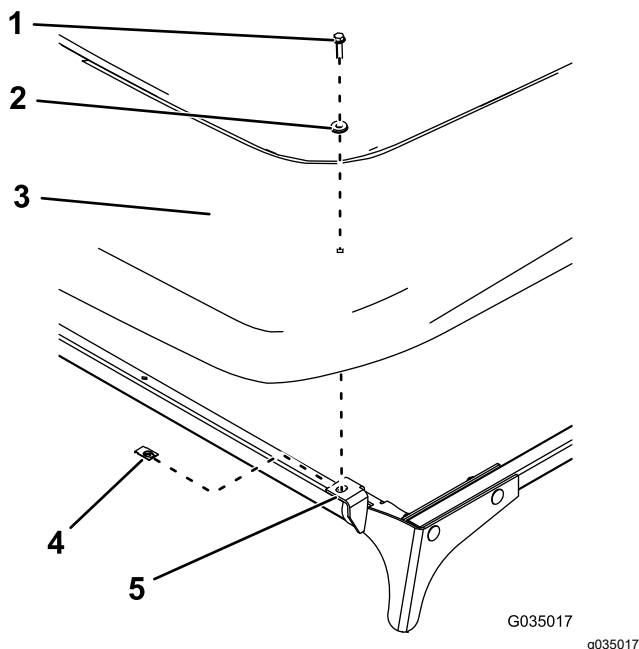

Figura 64
1. Instale el toldo a las placas delanteras con 2 clips, 2 arandelas sellantes y 2 pernos hexagonales con arandela prensada (1/4" x 1"), tal y como se muestra en Figura 64.